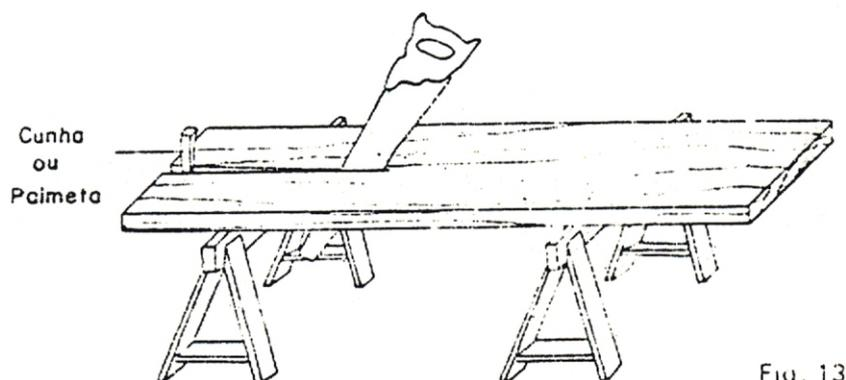

Fig. 13
- 2) Nos cortes longitudinais muito longos, se necessário, coloque uma cunha no extremo do corte a fim de evitar prender o serrote (fig. 13)